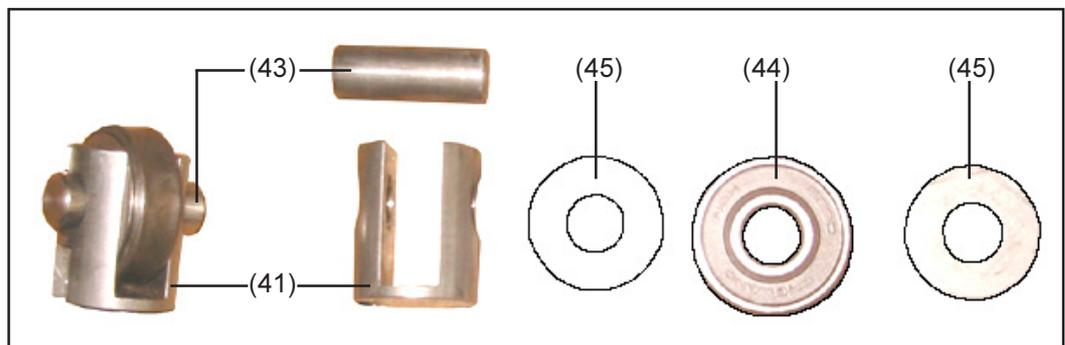

Abb.49 Steckachsen entnehmen
HINWEIS! Gefahr einer Beschädigung der Achsen. Beim Einsetzen der Achsen (43) - Abb.49 - in die Aufnahmen (41), ausschließlich einen Holz- oder Kunststoffhammer zur Hilfe nehmen. Keinesfalls einen Metallhammer verwenden.